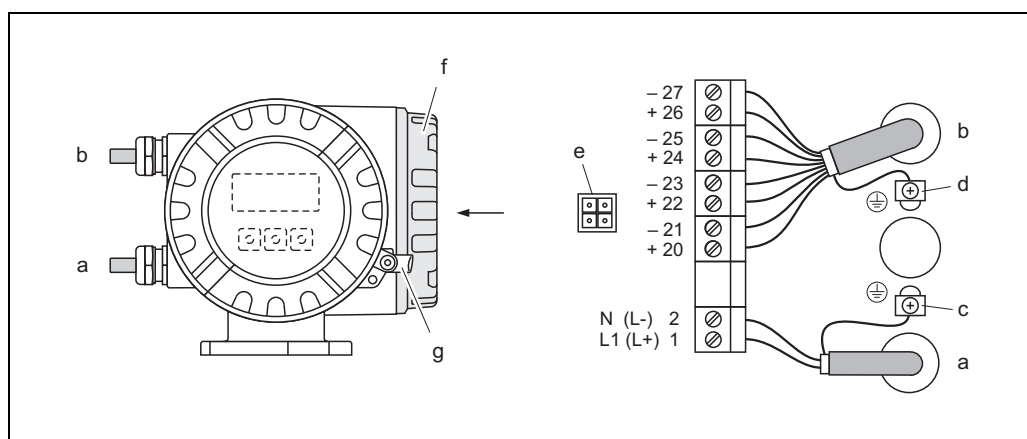

Fig. 10: Raccordement du transmetteur (boîtier de terrain en aluminium); Section de câble : max. 2,5 mm²
- Schéma de raccordement → fig. 10